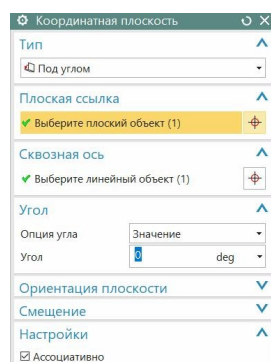

рис.63
- И *вспомогательная плоскость*, и *линия пересечения* были построены с опцией «Ассоциативно» (рис.63, 64).
- Розовая *вспомогательная плоскость* в свое время строилась с опцией «Под углом» (рис.63), и этот угол, естественно, мы всегда можем изменить.